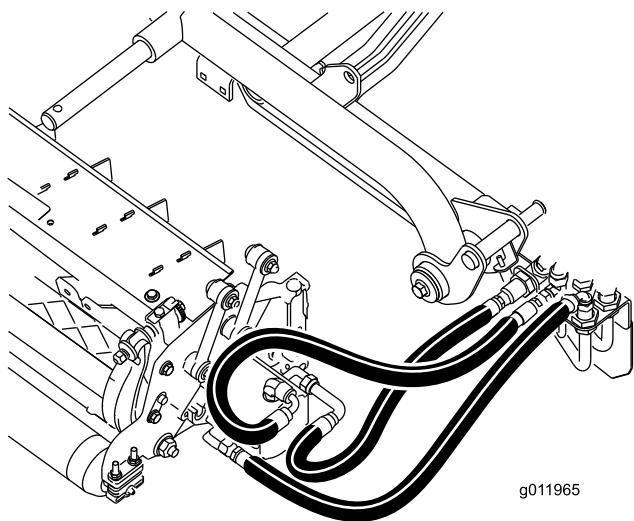

図 21
**重要** ホースが折れたりひねられたり強く曲げられたりしていないことを確認してください；図 21 のようなルートが適切です。カッティングユニットを上昇させ、左にスライドさせてください（モデル 03170）。後カッティングユニットのホースが走行ケーブルブラケットに当たらないことを確認し、必要に応じて接続部やホースの位置を再調整してください。